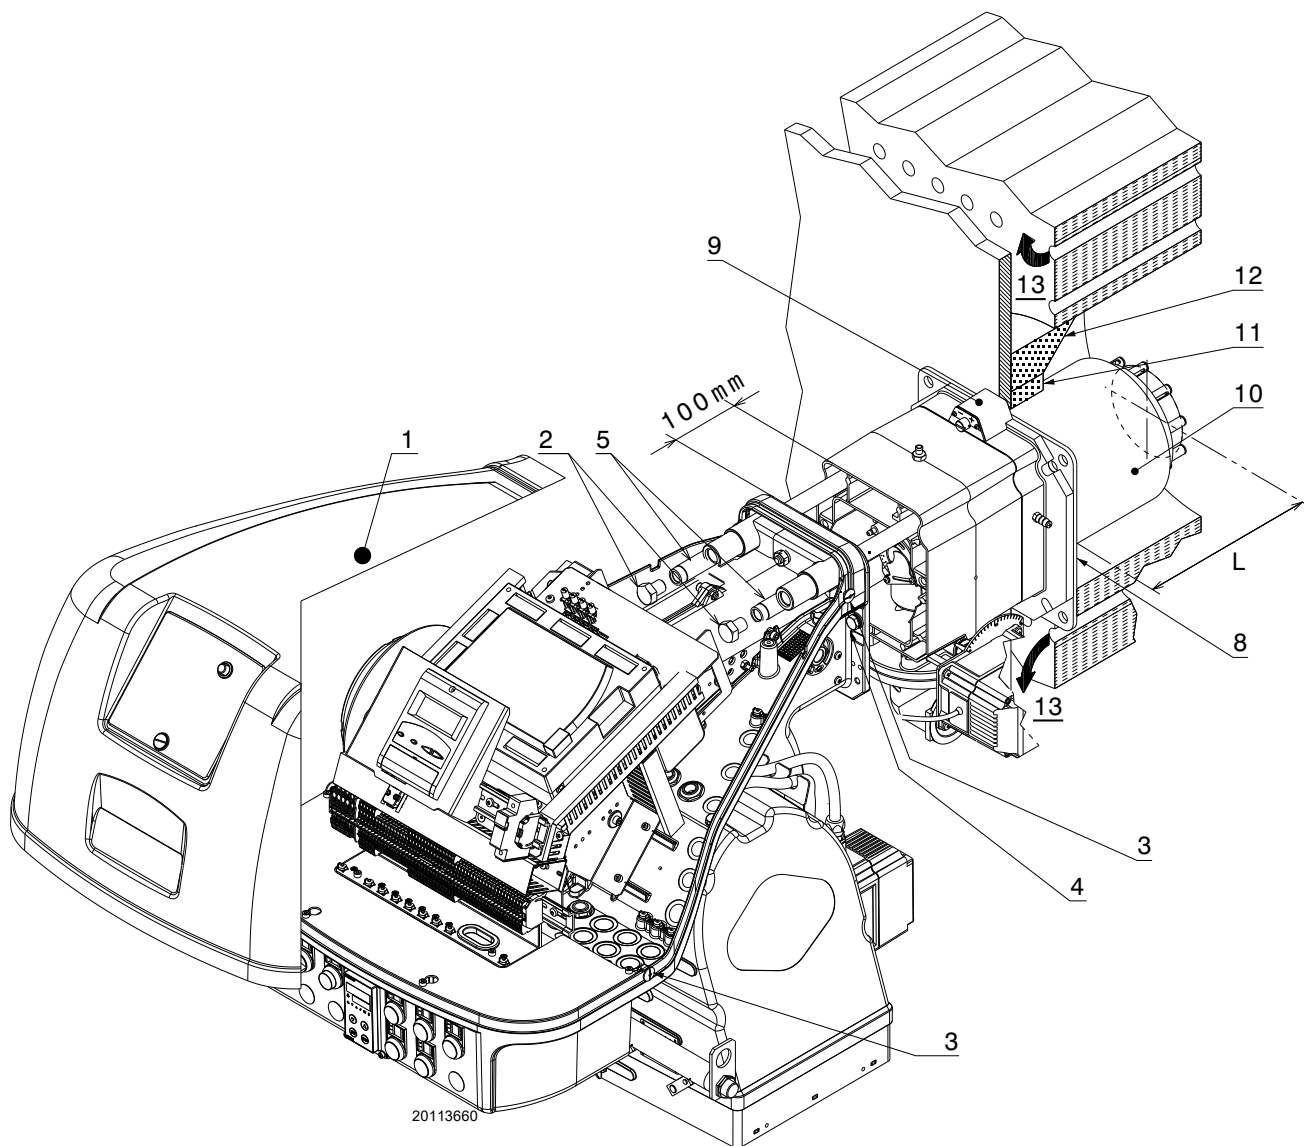

Fig. 17
Pentru centralele cu trecere frontală a gazelor arse 13)(Fig. 17) sau cu cameră de flacără inversă, o căptușeală refractară 11), între căminul refractar 12) și duza 10).
Separați capul de ardere de restul arzătorului, ca în Fig. 17; procedați după cum urmează:
- reasamblați arzătorul pe ghidajele 3) la aprox. 100 mm de manșon 4) - arzătorul în poziția indicată în Fig. 17;